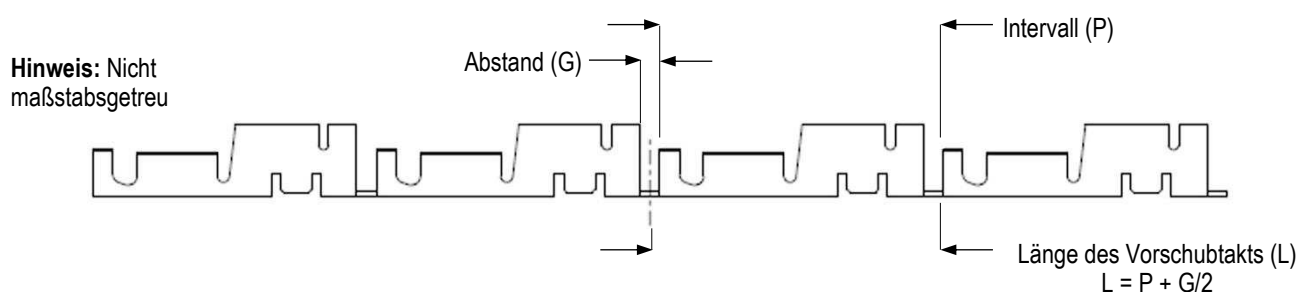

Abbildung 22
3. Drehen Sie das Stellrad auf das gewünschte Maß „L“ für den zu verarbeitenden Kontakt. Vgl. die Zeichnung für das „L“-Maß für AMPLIVAR-Kontakte. Liegen keine Daten vor, stellen Sie „L“ auf Kontaktmaß plus der Hälfte des Abstands zwischen den Kontakten ein (siehe Abbildung 22).